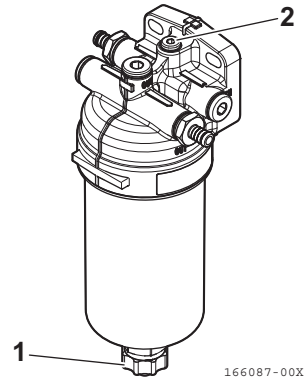

Figura 8
2. Afloje el tapón de drenaje (**Figura 8, (1)**) y el tornillo de purga de aire (**Figura 8, (2)**). A continuación, drene toda el agua o la suciedad acumulada en el interior. Elimine correctamente el agua y la suciedad recogidas.